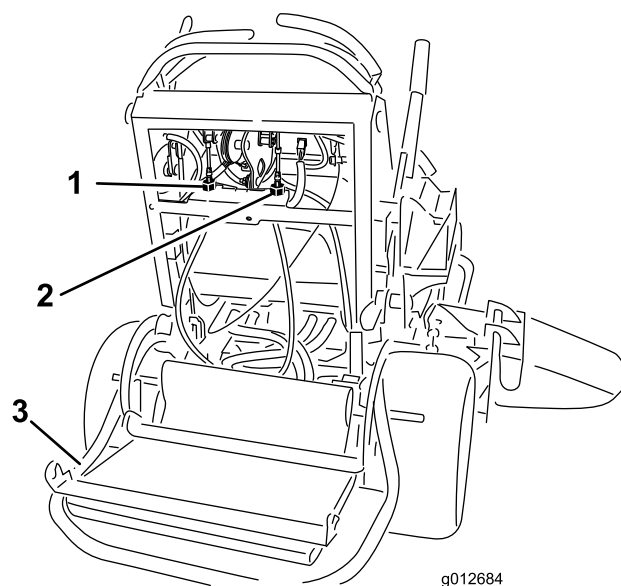

Figure 71
6. Placez le verrou à câble sur les écrous de réglage de câble pour bloquer le réglage (Figure 71).